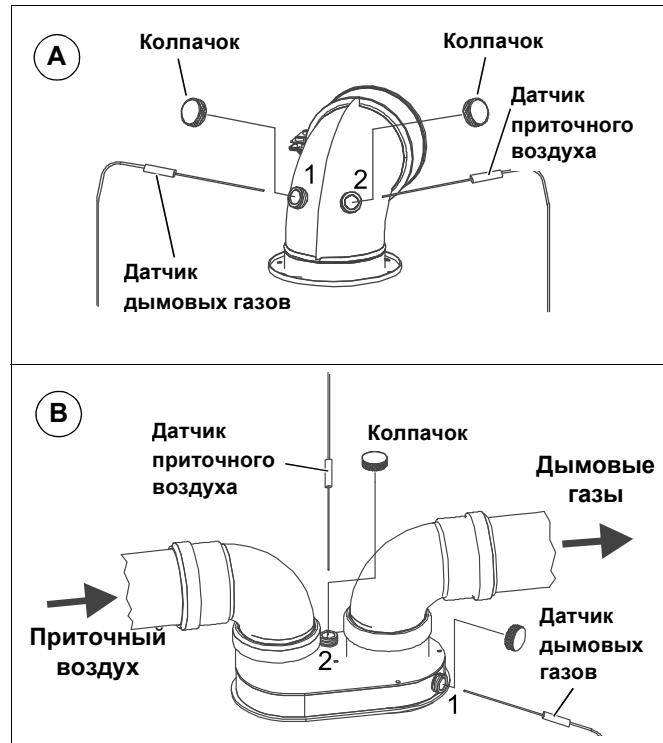

Рис. 27 Определение потерь с дымовыми газами (размеры в мм)
- Измерить в отверстии 2 (рис. 27, поз. А) температуру приточного воздуха (в °C)
- Измерить температуру дымовых газов (в °C) и содержание CO₂ или O₂ (в %) в отверстии 1 (рис. 27, поз. А)
- Измерить в отверстии 2 (рис. 27, поз. В) температуру приточного воздуха (в °C).
- Измерить температуру дымовых газов (в °C) и содержание CO₂ или O₂ (в %) в отверстии 1 (рис. 27, поз. В).